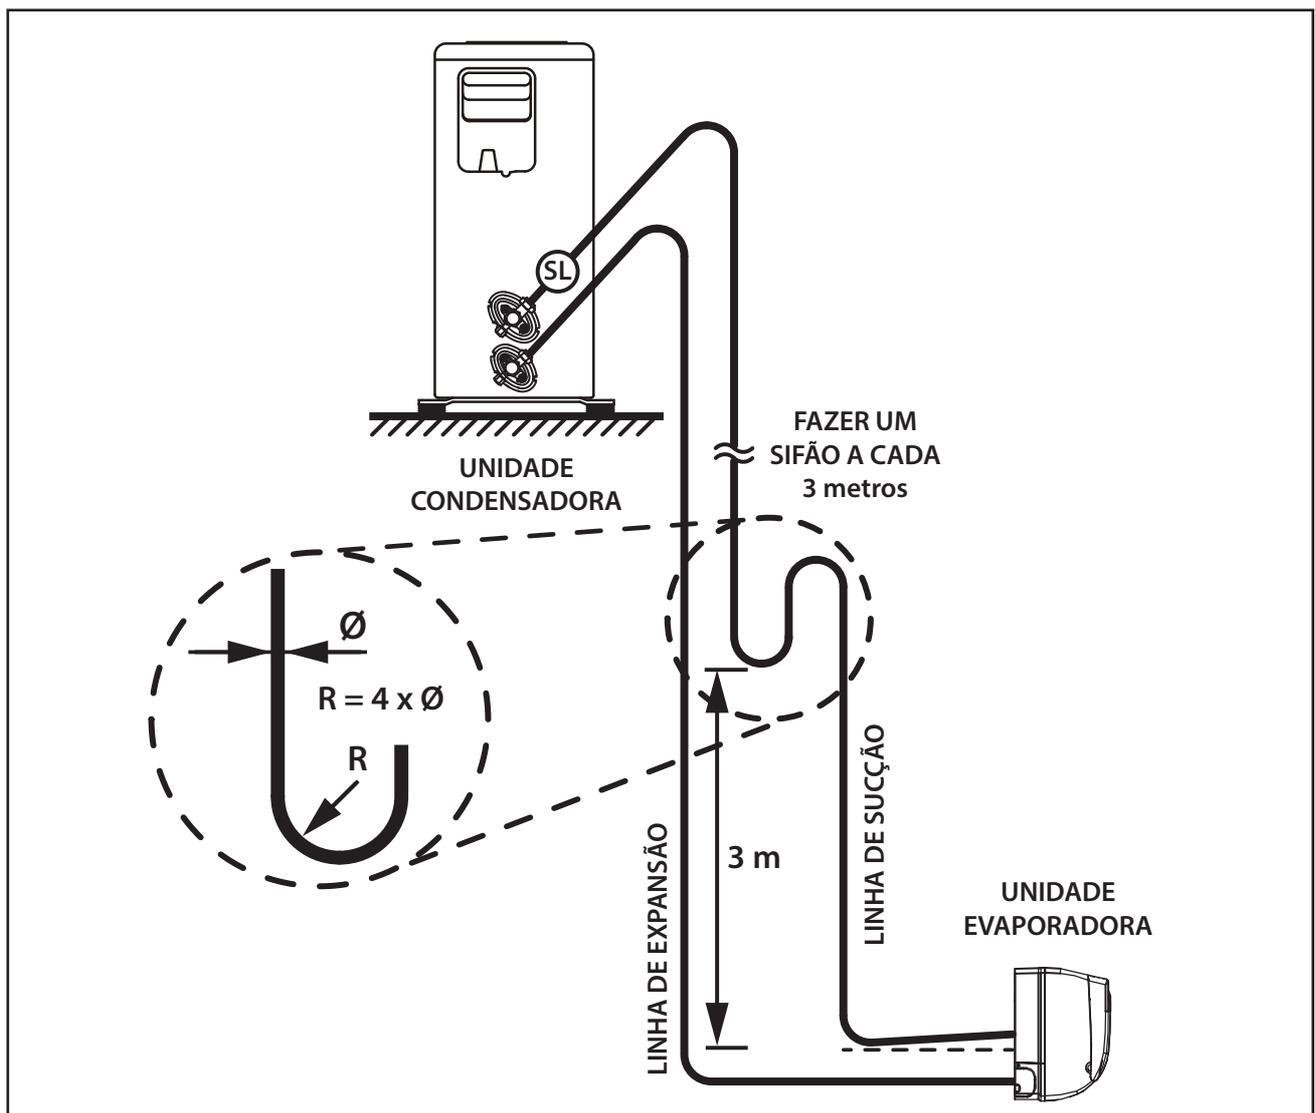

FIG. 15 - LINHAS DE INTELIÇÃO
- Quando a unidade condensadora estiver em um nível superior ao da unidade evaporadora, fazer sifões nas subidas da linha de sucção a **cada 3,0 metros**; considerando desde a saída da evaporadora (Fig. 15).